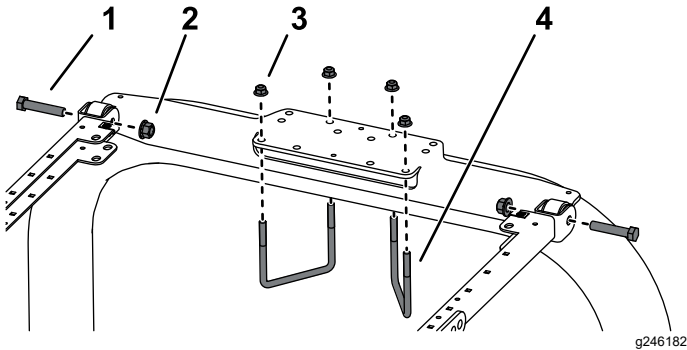

Bild 3
1. Befestigen Sie die Befestigungshalterung des Überrollschutzes an der Oberseite des Überrollbügels der Zugmaschine (**Bild 3**).
2. Befestigen Sie den Rahmen an der Befestigungshalterung des Überrollschutzes (**Bild 3**).